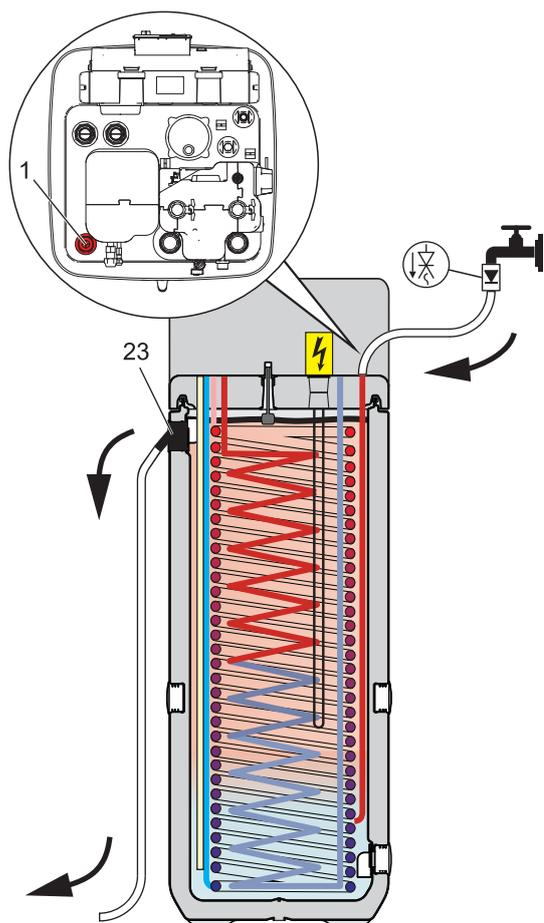

Fig. 7-1 Tampón intermedio de llenado - sin Sistema Solar
- Conectar la **manguera de llenado** con el dispositivo antirretorno (1/2") en la **conexión "DrainBack Solar - impulsión"** (véase fig. 7-1, pos. 1).
- Llenar el depósito de acumulación de ROTEX HPSU compact **hasta que salga agua en la conexión** (fig. 7-1, pos. 23), que se conectó **como rebosadero de seguridad**.